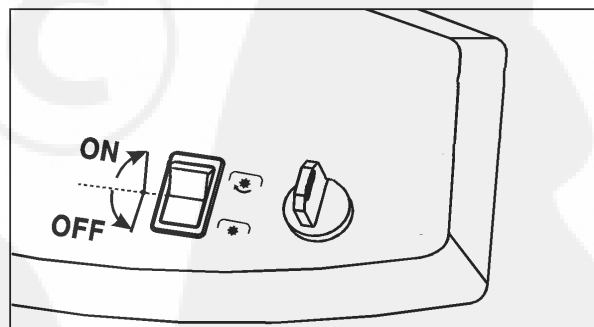

Fig. 19
Dans le cas que vous deviez pousser le tracteur, il faut débrayer la transmission en retirant le levier by-pass comme indiqué sur fig. 19
S'assurer que l'embrayage de coupe est à l'arrêt avant de faire démarrer le moteur. (fig. 19)
3. Une fois sur la pelouse, vous activez les lames avec le bouton fig.19